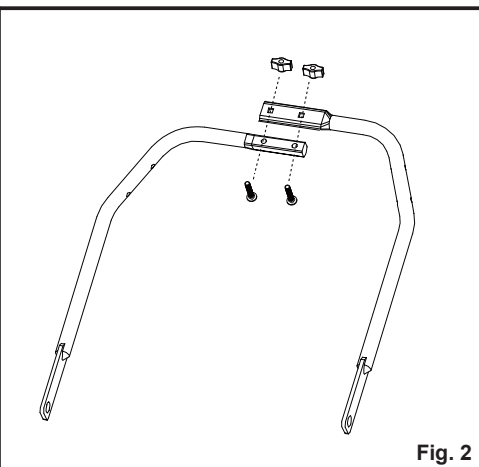

Fig. 2
- Reliez la poignée inférieure droite à la poignée inférieure gauche et fixez-les à l'aide de deux boulons et de deux boutons rotatifs (Fig. 2).